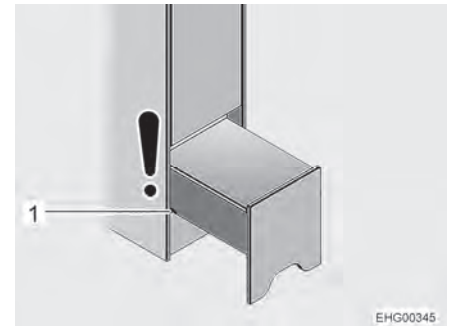

Bild 80 Klättringshjälp (nattläge)
- ▷ Toalettrumsdörren ligger mitt emot klättringshjälpen. Så länge klättringshjälpen är endast delvis utdragen ("nattläge", se Bild 80), kan toalettdörren fortfarande öppnas. Om klättringshjälpen dras ut helt för att ge åtkomst till förvaringsfacket, kan toalettrumsdörren inte längre öppnas helt.
- Grip tag i klättringshjälpens (Bild 79,2) utsnitt (Bild 79,1), lyft lätt och dra ut till den första skåran (Bild 80,1) (nattläge).